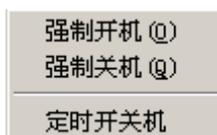

图 3-9
7、**开关菜单**：如图 3-9 包含强制开机、强制关机、定时开关机。